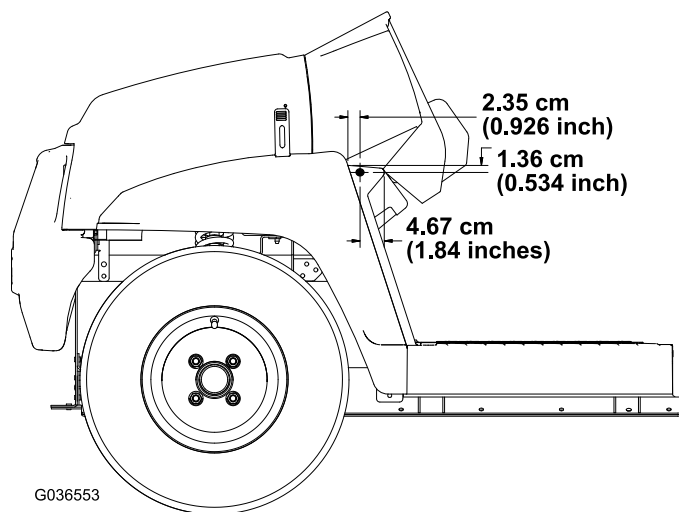

Рисунок 4
3. Просверлите одно отверстие ($\frac{5}{16}$ дюйма) по размерам, указанным на Рисунок 4, в наружной поверхности подножной панели с левой и правой стороны машины.